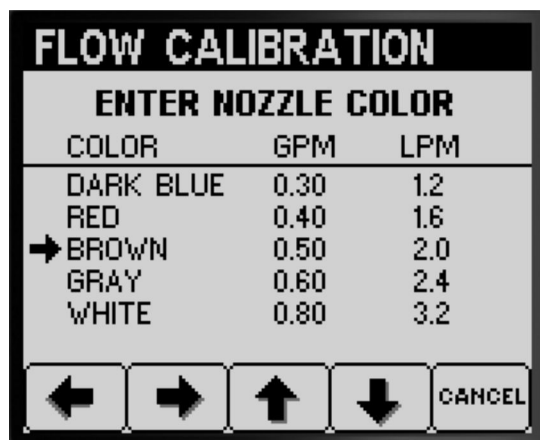

Figura 44
- Si los colores de boquilla coinciden con los caudales descritos en la Figura 44, seleccione el color de las boquillas que están instaladas en la posición activa de fumigación.
- Si los colores de boquilla **no coinciden** con los caudales descritos en la Figura 44, seleccione el caudal (L/min) de las boquillas instaladas en la posición activa de fumigación.
3. Pulse el botón 2 para avanzar al paso siguiente (Figura 44).